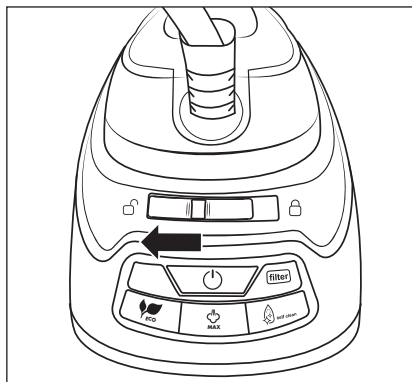

Fig. 4
① Remarque
- Durant le chauffage, placez toujours le fer à repasser à vapeur ① sur la surface de pose ⑰.
- Une fois allumé, le fer à repasser à vapeur ① chauffe par défaut en mode de fonctionnement normal **MAX** ②. Appuyez sur la touche **ECO** ⑬ pour passer en mode économie d'énergie (voir aussi le chapitre **Mode économie d'énergie**).
- 1) Déroulez le flexible d'alimentation ⑯ et le cordon d'alimentation ⑨ et branchez la fiche secteur dans une prise secteur.
- 2) Déverrouillez le fer à repasser à vapeur ❶ en faisant glisser le bouton de verrouillage ❶⁵ vers la gauche en direction ☐ (déverrouillé) (voir fig. 4).